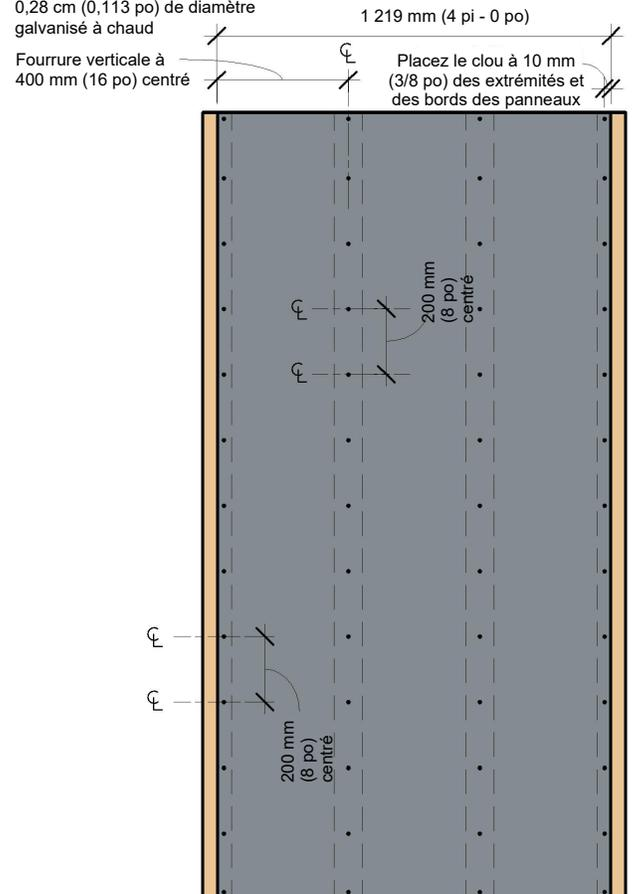

Figure 5
0,113 po x 51 mm (2 po) HDG (3) clou à tige annulaire	Un clou tous les 200 mm (8 po) centrés verticalement dans le revêtement et les fourrures uniquement (Voir la Figure 5)